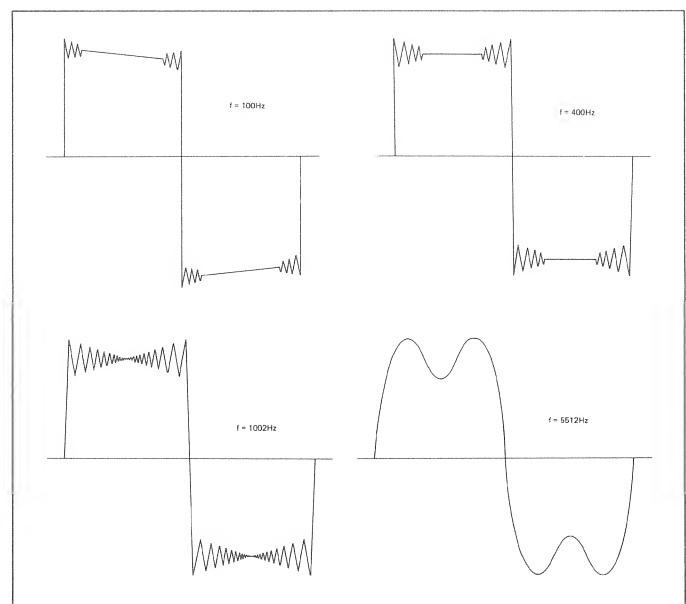

Fig. 4.24
- Track 20 abspielen, und die Rechtecksignale bei 100 Hz , 400 Hz , 1002 Hz und 5512 Hz optisch beurteilen. Die Kurvenform muss symmetrisch sein (siehe Fig. 4.24).